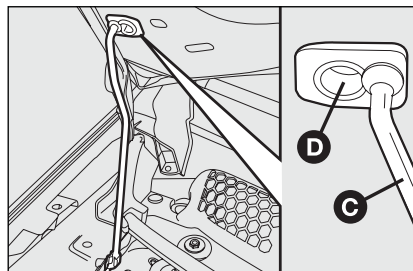

fig. 98
- til de motorkap op en trek gelijktijdig de steunstang **C-fig. 98** uit de klem; steek vervolgens het uiteinde van de stang in de zitting **D** op de motorkap.
- houd de motorkap met een hand omhoog, trek met de andere hand de stang **C-fig. 98** uit de zitting **D** en plaats de steunstang terug in de klem;